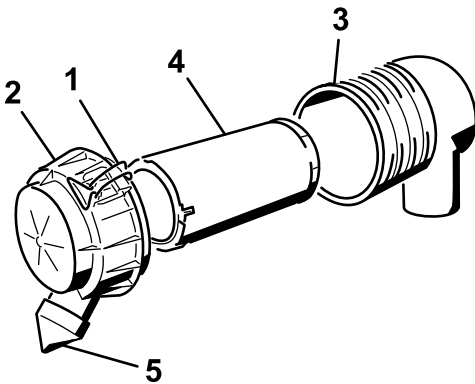

Figura 20
3. Abra los cierres del limpiador de aire y tire de la tapa de la entrada de aire para separarla del cuerpo del filtro de aire (Figura 20).
6. Extraiga con cuidado el filtro del cuerpo del filtro de aire (Figura 20).
8. Instale el filtro con cuidado (Figura 20).
9. Instale la tapa del limpiador de aire con el tapón antipolvo orientado hacia abajo, y cierre los enganches (Figura 20).